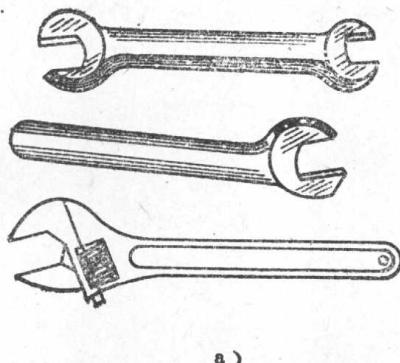

图1-4 扳手
3. 板手 板手主要用来扳紧或松开螺钉和螺母。常用的扳手有：活扳手和呆扳手，如图1-4 a 所示。
(1) 活扳手 活扳手的规格以扳手长度表示，常用的有150mm(6英寸)、200mm(8英寸)、250mm(10英寸)和300mm(12英寸)等。使用活扳手时应让固定钳口受主要作用力，如图1-4 b 所示。
(2) 呆扳手 呆扳手一般作为专用附件，开口尺寸是与螺钉头的对边间距尺寸相适应的。